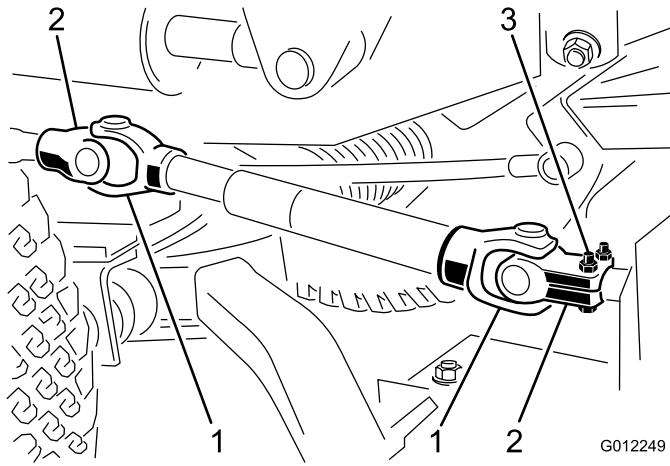

Figura 11
1. Allineate i fori nella forcella e l'albero in entrata della scatola degli ingranaggi. Fate scorrere la forcella sull'albero e fissate con un perno e rullo, 2 viti a testa cilindrica (5/16 x 1-3/4 poll.) e dadi di bloccaggio (5/16) (Figura 11).